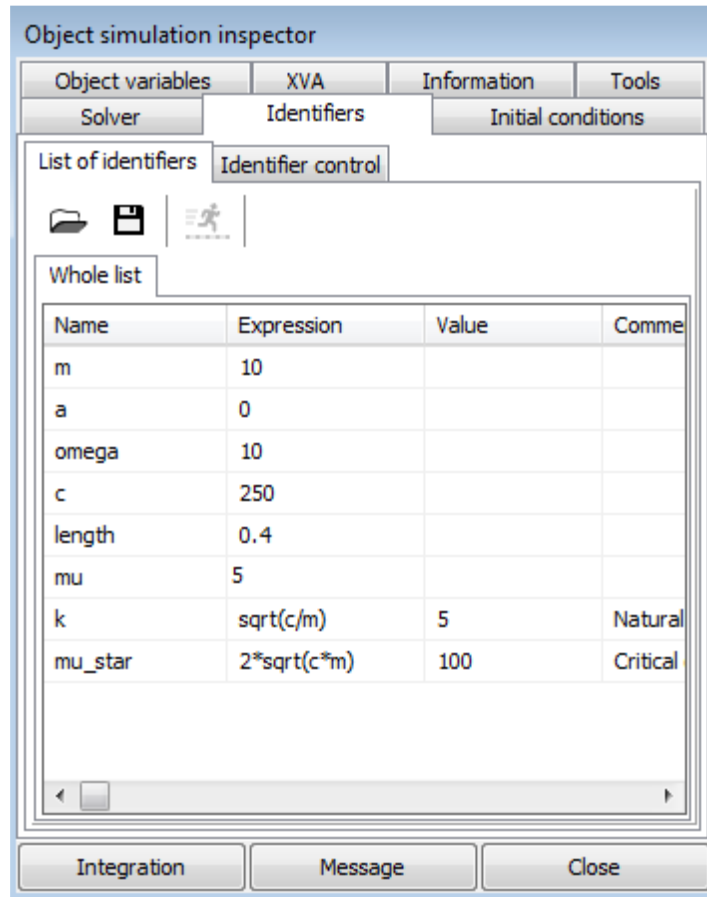

图 2.19 仿真参数
8. 设置参数  $a$  为  $0$ ，并回车，如图 2.19 所示。这表示刚体 **Top** 的振幅为  $0$ ，不发生运动。